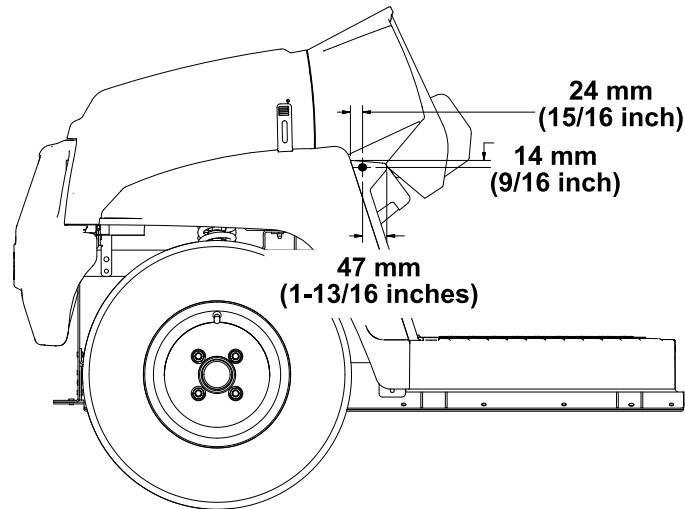

Bild 2
2. Verwenden Sie die in **Bild 2** abgebildeten Abmessungen und bohren Sie ein 5/16" großes Loch in die Außenseite des Trittbretts an der linken und rechten Seite der Maschine.